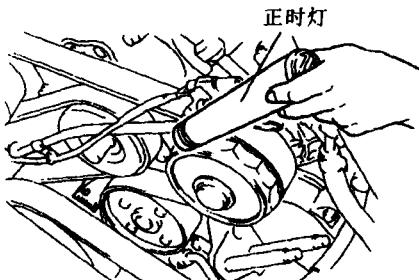

图 8 将点火正时灯放在正确的位置
## 2.2 点火正时调节步骤（参见图 8）
8) 正时灯对准正时标记，正时应为  $12^\circ \pm 1^\circ$ （参见图 8）。
8) 将正时灯对准正时标记, 点火正时应为  $10^\circ\pm1^\circ$  (参见图 8)。
7) 检查曲轴带轮上正时标记 (白色) 的对齐指示针。将正时灯对准正时标记, 点火正时应为  $0^\circ\pm1^\circ$  (参见图 8)。